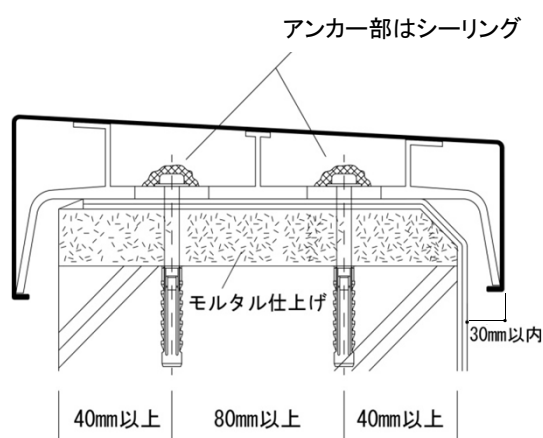
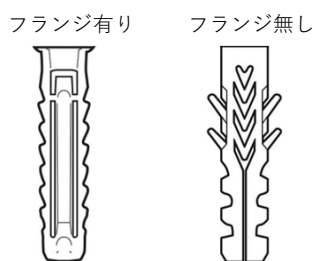

図1-2
図1-3 イラストは一例です
- ・アンカープラグはモルタル層や防水層表面ではなく躯体に効かせてください。(図1-2参照)
- ※図1-2のようにモルタルで嵩上げされている場合は長いプラグを使用するか、フランジ無しプラグ(図1-3参照)を躯体まで差し込んでください。ねじも長いものを用意してください。